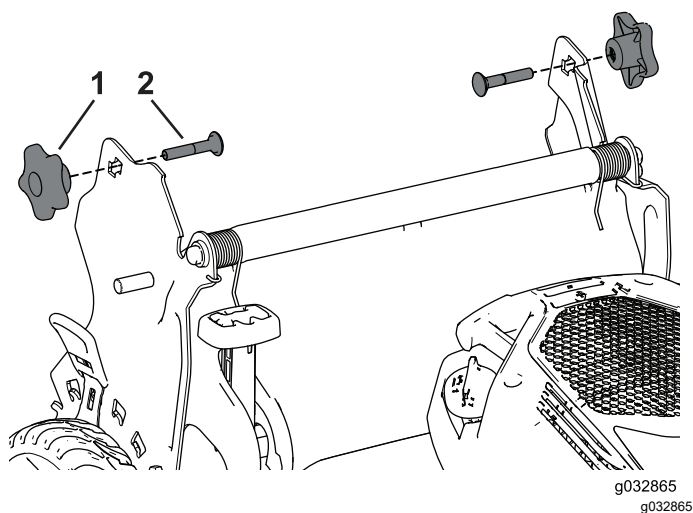

Figure 22
3. Insérez le boulon de carrosserie (la tête du boulon vers l'intérieur) dans le support du guidon et dans le trou supérieur à l'extrémité du guidon. Vérifiez que les bords carrés de chaque boulon de carrosserie s'engagent dans le trou carré supérieur ou inférieur du support de guidon correspondant (Figure 22).